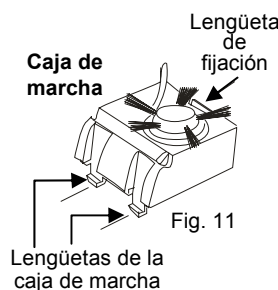

Fig. 11
4. Presione la lengüeta que la caja de marcha y levántela para extraerla. (Fig. 11 & 12)